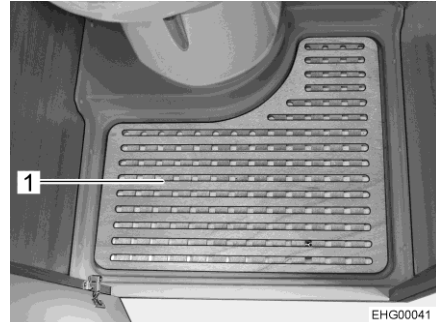

Bild 125 Uttagbar golvplatta
- Ta bort den uttagbara golvplattan (Bild 125,1) när du vill duscha.